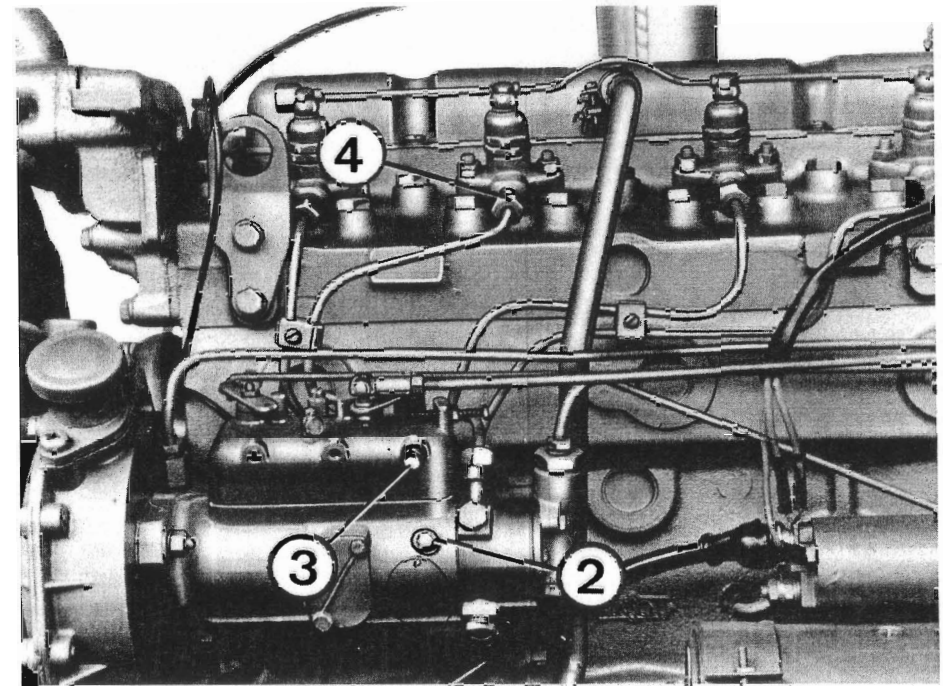

Fig. 7 - Spurgo aria dal circuito combustibile
- Svitare di circa due giri la vite di spurgo aria della testa idraulica (fig. 7 rif. 2) e procedere come sopra.
- Svitare di circa due giri la vite di spurgo aria del circuito di ritorno della pompa d'iniezione (fig. 7 rif. 3), ed allentare il raccordo di uno dei pulverizzatori (fig. 7 rif. 4).